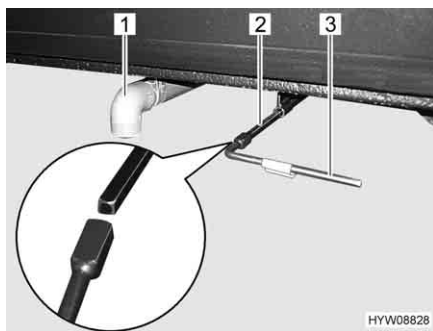

Fig. 81 Leva di comando e tubo di scarico del serbatoio delle acque grigie
- Posizionare il tubo di scarico (Fig. 81,1) direttamente sopra la stazione di smaltimento oppure innestare il tubo di gomma per lo scarico (accessorio opzionale) sul tubo di scarico (Fig. 81,1).
- Aprire il rubinetto di scarico. A tale scopo innestare la chiave quadra (Fig. 81,3) fornita in dotazione sul perno quadro del rubinetto di scarico (Fig. 81,2).
- Ruotare la chiave quadra (Fig. 81,3) di un quarto di giro in senso antiorario. Le acque grigie vengono scaricate.
- Dopo il deflusso completo delle acque grigie: Richiudere il rubinetto di scarico. A questo scopo ruotare la chiave quadra (Fig. 81,3) di un quarto di giro in senso orario.
- Sfilare la chiave quadra (Fig. 81,3) e stivarla.